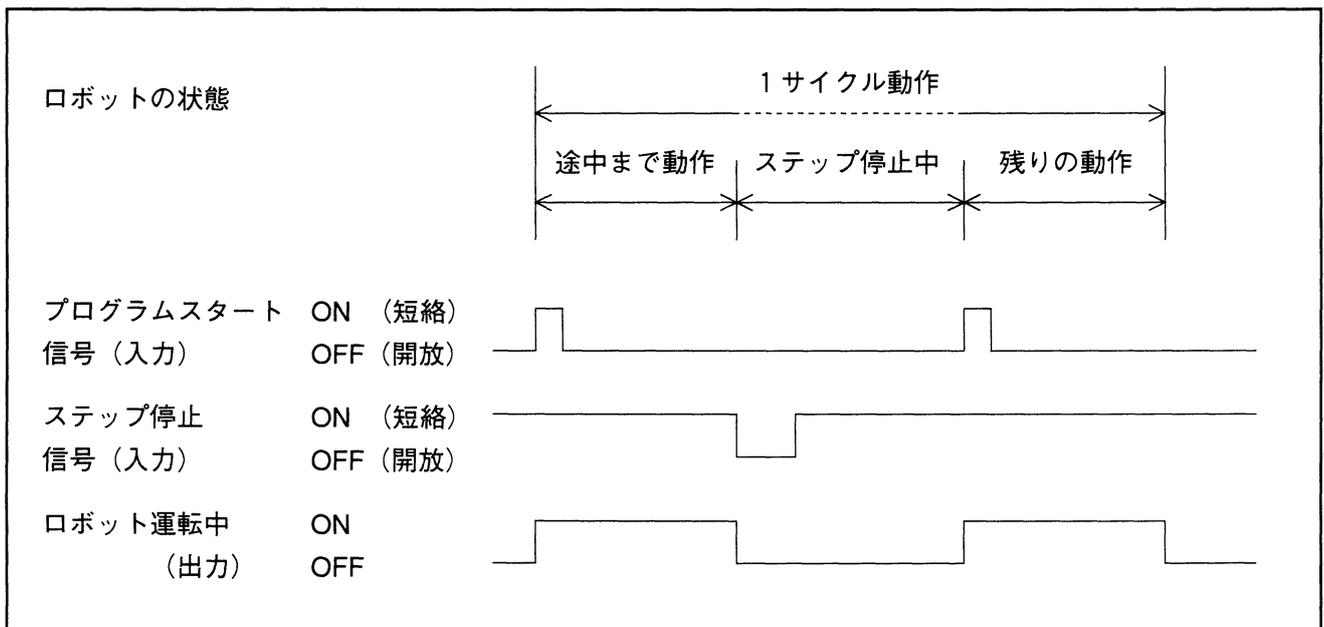

図5-37 ステップ停止信号
(3) 入力条件と動作
- ①この信号がON（短絡）→OFF（開放）されると、ロボットは現在実行中のステップを終了した時点で停止し、ロボット運転中出力をOFFします。しかし自動モード、外部モードは維持されており、プログラムスタート信号の入力でプログラムの続きを実行します。図5-37をご参照ください。
- ②プログラムスタート信号入力時にこの信号をOFF（開放）しておく、ステップ毎に停止します。
- ③ティーチングペンダントによる内部運転の場合は、この信号がON（短絡）→OFF（開放）されたときに限り有効です。
- ④ステップ停止後の再起動方法はP5-31の「3.4.4 プログラムスタート」をご参照ください。